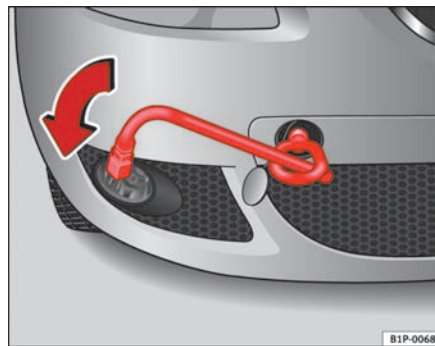
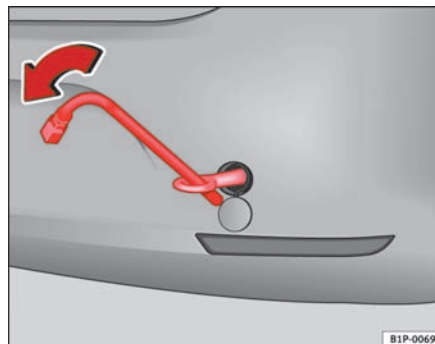

Fig. 174 Foran i højre side: Sådan skrues slæbebøjlet på foran.
Fig. 175 Sådan skrues slæbebøjlet på bagpå.
- Skru slæbeøjlet i hullet med gevind foran ⇒ side 238, fig. 174 eller bagpå ⇒ side 238, fig. 175. Du skal dreje det *mod venstre* i pilens retning og så langt ind, som det kan komme.